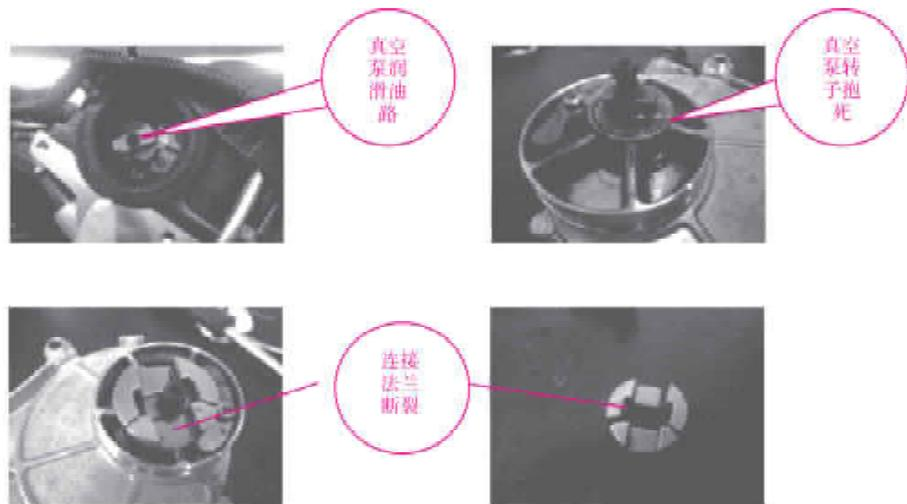
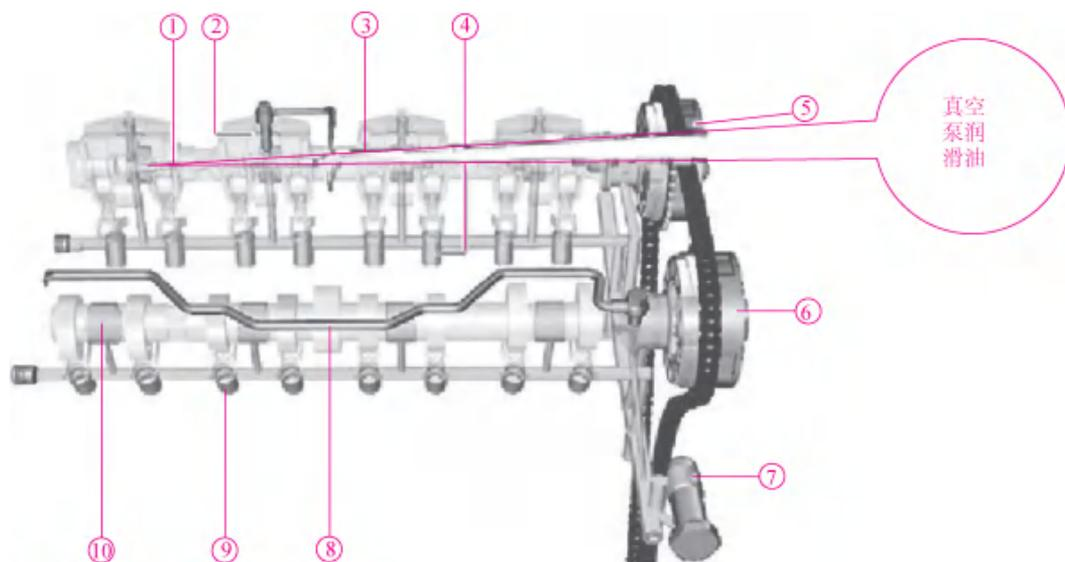

图 4-7-9 真空助力泵拆解图
图 4-7-10 真空助力泵润滑系统示意图
(1) 根据客户描述确认故障现象，启动车辆测试制动系统无助力。
(2) 检查真空助力装置的真空管路，发现真空泵至真空助力装置的管路无真空输出。
(3) 拆下真空泵检查发现真空泵转子已抱死，且真空泵与进气凸轮轴的连接法兰已断裂，如图 4-7-9 所示。
(4) 我们怀疑真空泵润滑油路故障，着车测试真空泵油路发现进气凸轮轴至真空泵的油孔无机油输出。
(5) 经查阅相关资料发现，真空泵的润滑是由进气凸轮轴第四道轴瓦输出，如图 4-7-10 所示。
(6) 测量主油道油压热车时为 1.2 bar，正常。
(7) 由于此车刚行驶 145 km 我们无法决定下一步工作，所以发 PUMA 等待技术部给出下一步的工作方案。